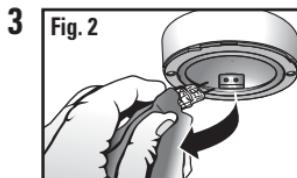
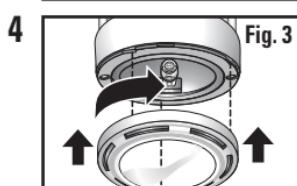

Fig. 2
Fig. 3
- 2  **Fig. 2** Mientras hace avanzar ambos cables conectados a la copa del reflector a través de la carcasa, sostenga dicha copa sobre los agujeros pretaladrados que hizo antes siguiendo las instrucciones. Utilizando dos (2) de los tornillos No.6 x 1 pulgada (2,54 cm) (incluidos), sujeté firmemente el cuerpo de la copa del reflector de luz a la superficie de montaje, de la manera que se muestra en la ilustración (**Fig. 2**). Encamine los cables por debajo del área enmuescada de la carcasa. **NOTA:** Asegúrese de que los cables salgan paralelos a la pared o los frentes del gabinete.
Todos los cables que cuelgan en exceso se pueden sujetar utilizando las pinzas para cable incluidas en el juego de instalación (Fig. 2). Tenga precaución cuando sujete el cable con las pinzas, para asegurarse de no perforar el cable con el clavo metálico.
- 3 El cable de línea tiene un **lado estriado** y un **lado liso**. ¡NO CORTE EL LADO ESTRIADO DEL CABLE! Será necesario retirar una sección pequeña (de 1,3 cm a 1,6 cm) de cable en el **lado liso** del mismo. El **lado estriado** del cable contiene un alambre polarizado y, si se daña, el resultado podría ser una situación insegura. Haga el primer corte cerca de la marca dibujada en el cable en el Paso 2 (Fig. 2). Haga un segundo corte a una distancia de entre 1,3 cm y 1,6 cm del primero (Fig. 3). Pele y retire la sección ubicada entre los cortes (Fig. 4). **PRECAUCIÓN:** NO corte ni dañe el aislamiento del lado estriado del cable.
- 2 Separe el cable 3,2 mm desde el extremo después de que haya ajustado la longitud hasta el tomacorriente (Fig. 2). Inserte el extremo con corte romo del cable de alimentación en la cavidad ubicada en el extremo interior del enchufe. Asegúrese de que el lado estriado del cable esté en la posición mostrada en la ilustración (Fig. 3).
Retire la bombilla vieja (**Fig. 2**). Utilice un paño limpio para insertar la bombilla nueva. **IMPORTANTE:** Los aceites de las manos y los dedos pueden hacer que la bombilla se sobrecaleiente y se funda rápidamente.
Posicione el lente de vidrio de manera que los enganches se alineen con las aberturas correspondientes ubicadas en la cabeza de luz y reinstale el lente girándolo con un movimiento en el sentido de las agujas del reloj (**Fig. 3**).